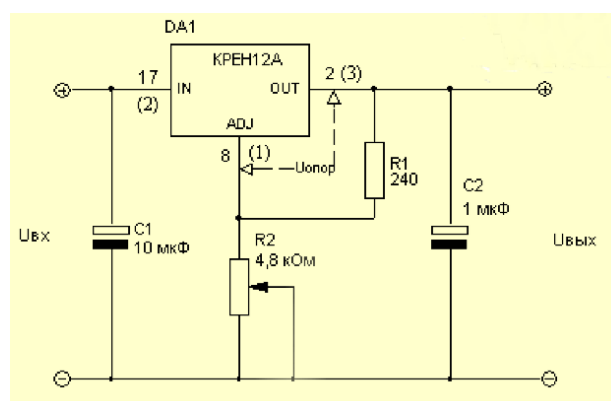

Рисунок 12 – Схема стабилизированного источника СЭП
- Расчет и разработка стабилизированного источника питания системы энергопитания (СЭП) (рисунок 12).